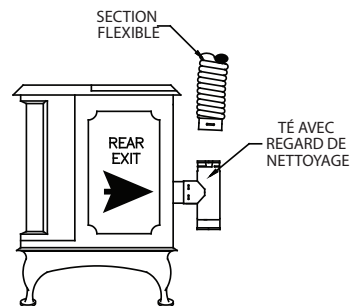

Figure 22
9. Si un té ou un adaptateur en té est nécessaire pour le raccordement, comme illustré à la (Figure 22), le té disposera d'un adaptateur amovible avec regard de nettoyage à sa base pour permettre le nettoyage. Veiller à ce que le